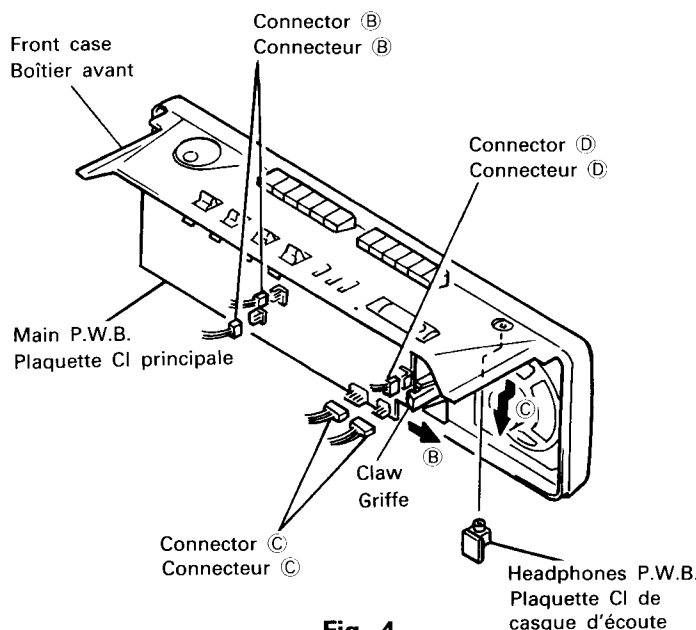

Fig. 4
**5. Headphones P.W.B. (Fig. 4)**
#### 5. Plaquette CI de casque d'écoute (Fig. 4)